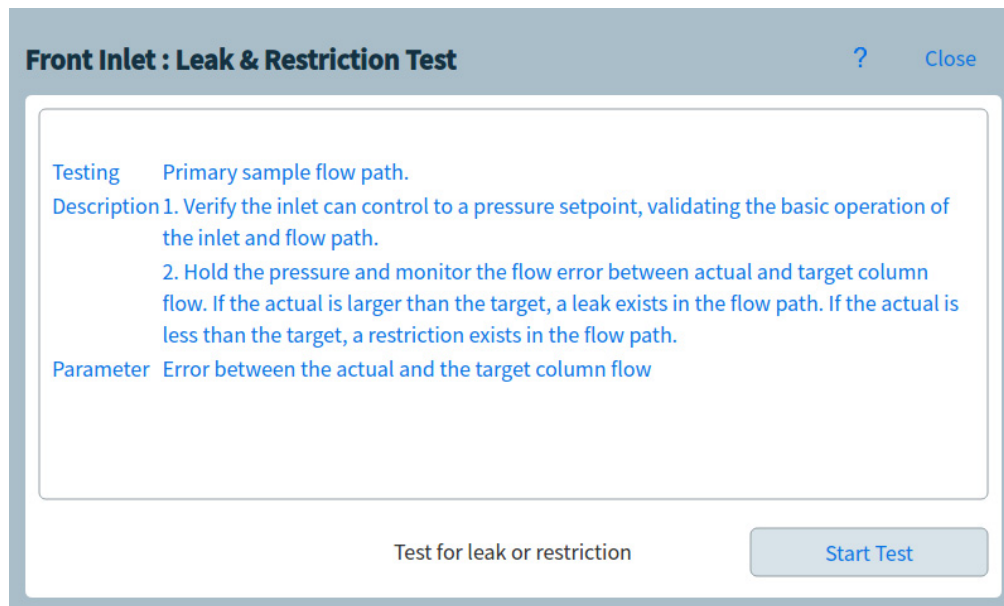

Figure 42. Page de test de fuite et de restriction
- 2 Sélectionnez le test souhaité. La page de test correspondante apparaît. La page de test comprend une description du test et une indication du paramètre qui est testé. Voir **Figure 42**.